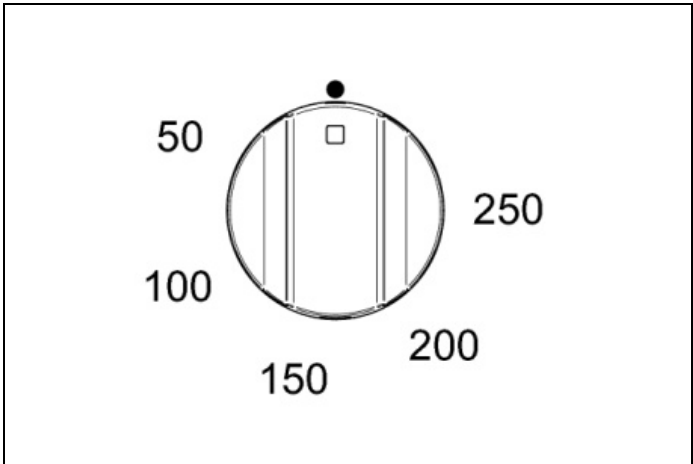
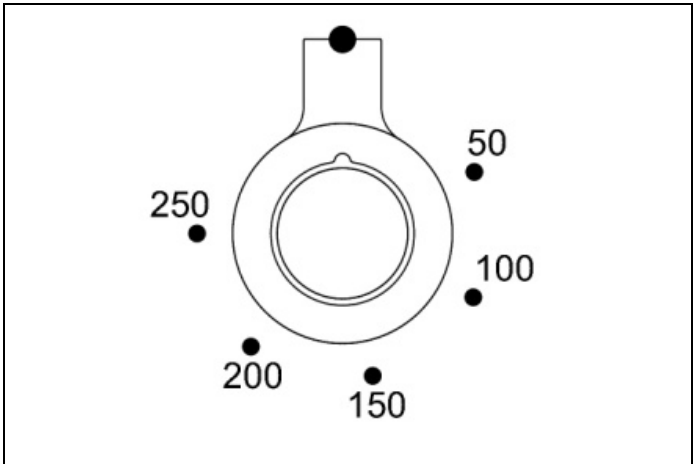
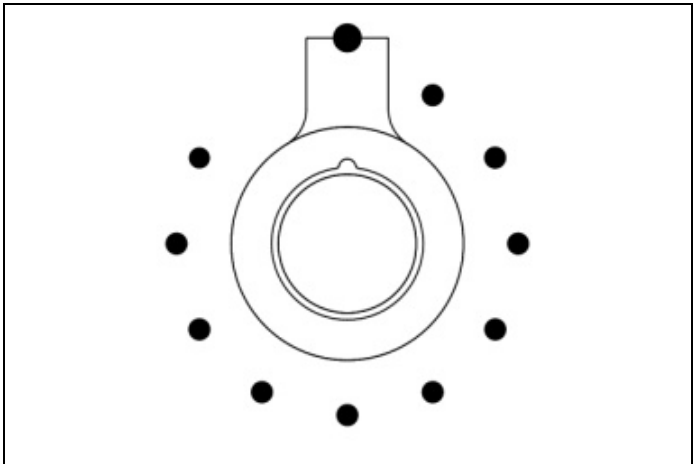

Fig. 23
Fig. 24
Fig. 25
- 2) Vrid temperaturvredet (**Fig. 23 - Fig. 24 och Fig. 25** endast PRO T-modellen) medurs för att välja önskad temperatur. Den orange lampan släcks när ugnen har nått den valda temperaturen och är redo att användas. Det är normalt att denna lampa tänds och släcks under tillagningen så att elementen bibehåller en konstant temperatur (ugnens drift indikeras av programmeringsdisplayen endast för PRO T-versionen).